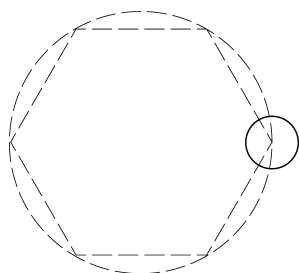

图 5-28 绘制辅助图形和源对象
指定圆的半径或 [直径 (D)] <50.0000>: 10 (按<Enter>键, 如图 5-28 所示)